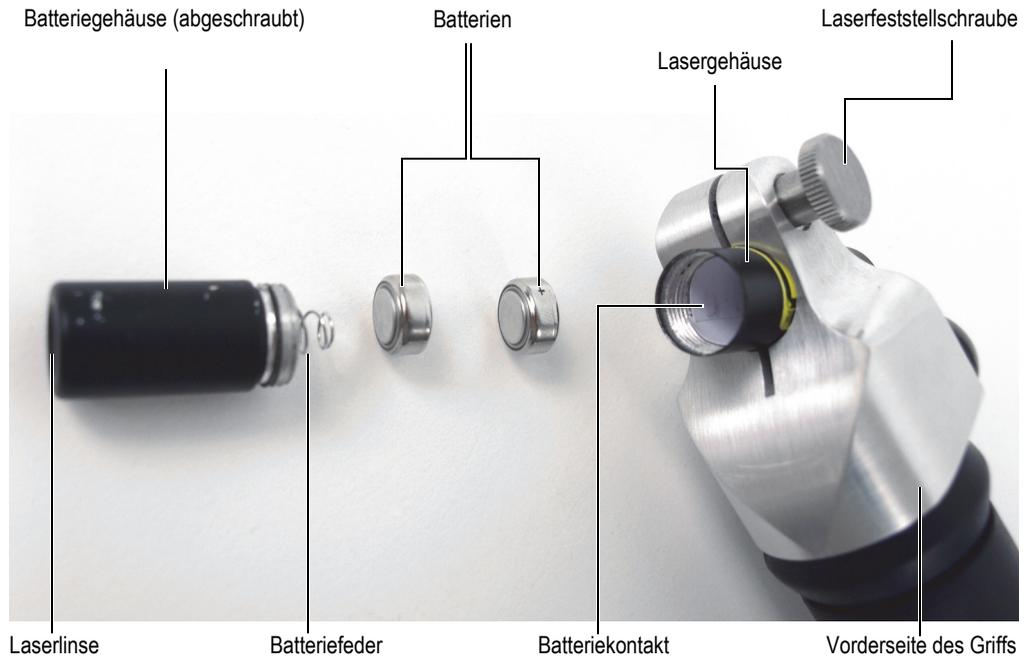

Abbildung 6-42 Auswechseln der Batterien des Laserstrahls
1. Schrauben Sie das Batteriegehäuse ab. An diesem Teil befindet sich auch die Linse (Abbildung 6-42 auf Seite 123).